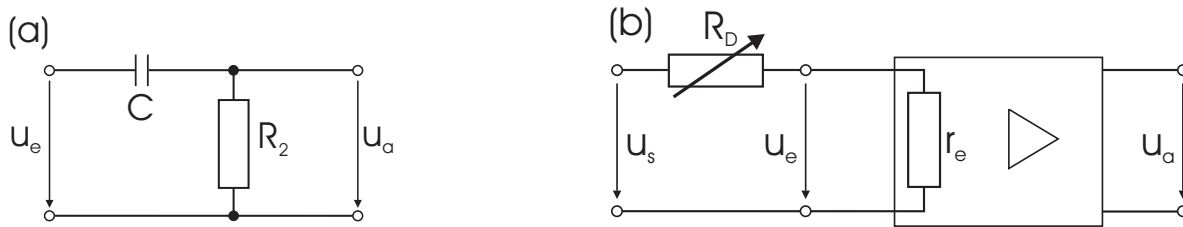

Abbildung El1.5: (a) Hochpass als komplexer Spannungsteiler. (b) Schaltung zur Messung des Eingangswiderstandes.
1. Welche Eingangs- und Ausgangsimpedanz hat der komplexe Spannungsteiler in Abb. El1.5(a), wenn der Innenwiderstand der Eingangs-Spannungsquelle vernachlässigt werden kann? Wie ändert sich die Eingangsimpedanz, wenn die Schaltung mit dem Verbraucher R_V belastet wird? Wie ändert sich die Ausgangsimpedanz, wenn der Innenwiderstand der Eingangs-Spannungsquelle berücksichtigt wird? Wieso heißt die Schaltung auch *Hochpass*?